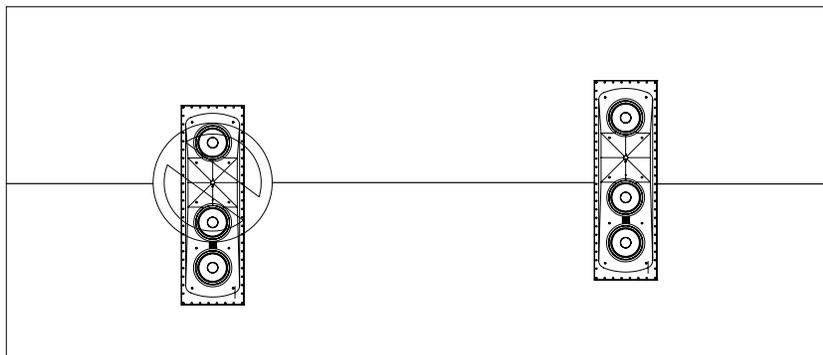

Figura 4
**NOTA:** Algunas pantallas de proyección perforadas tienen una barra colgada o cruzando por el centro de la pantalla (Figura 4). En estos casos, asegúrate de que la barra no bloquee la bocina. Coloca los altavoces orientados verticalmente de modo que la barra cruce por delante de los altavoces por el borde de la bocina más próximo al woofer central.